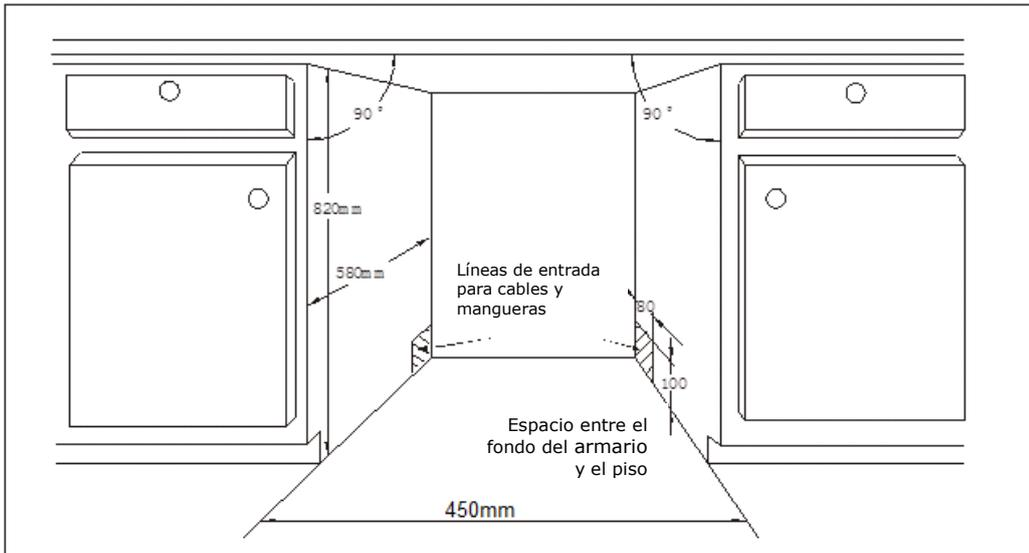

Fig. 2
2. Ajuste la tensión de los muelles de la puerta con una llave Allen. Gírela en sentido de las manecillas del reloj para apretar los resortes derecho e izquierdo de la puerta. Si no lo hace, puede dañar su equipo (Fig. 2).